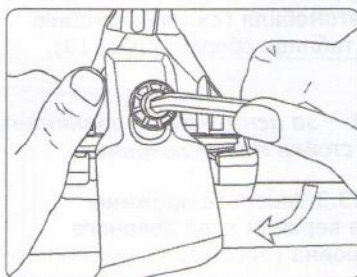

рис. 22
1.3.4 С помощью Г-образного ключа затяните крепёжные винты прижимов. Затяжку винтов нужно производить попеременно с каждой из сторон автомобиля, по 2-3 оборота (рис. 22).